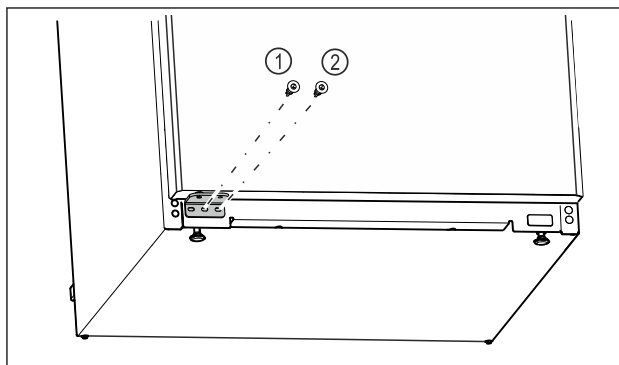

Fig. 22
- ▶ Przykręcić środkową śrubę płytki zawiasu Fig. 22 (1) śrubokrętem Torx 20.
- ▶ Przykręcić wewnętrzną śrubę płytki zawiasu Fig. 22 (2) śrubokrętem Torx 20.